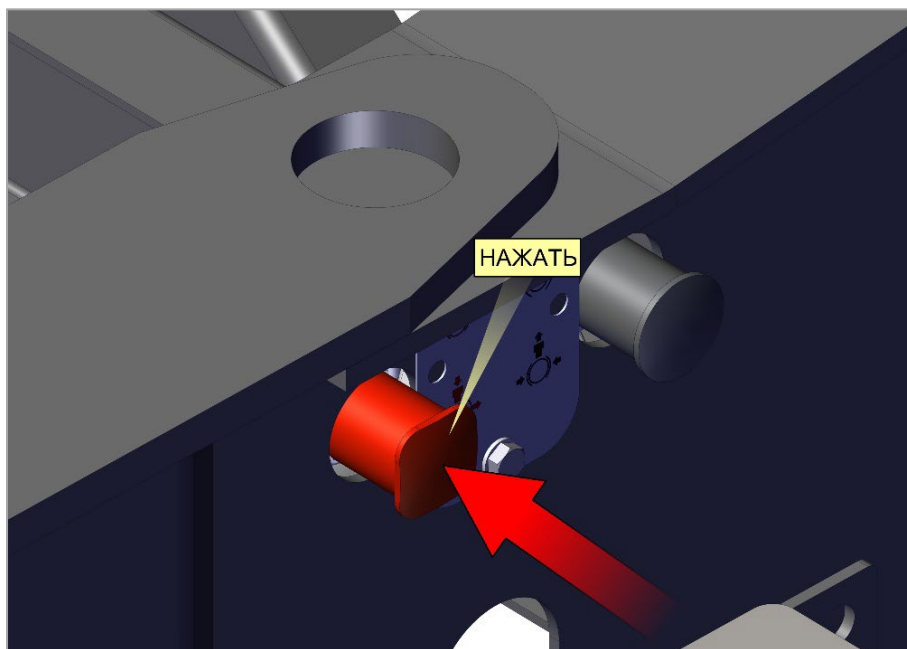

Рис. 68. Поставить полуприцеп на стояночный тормоз
1. Поставить полуприцеп на стояночный тормоз (Рис. 68);